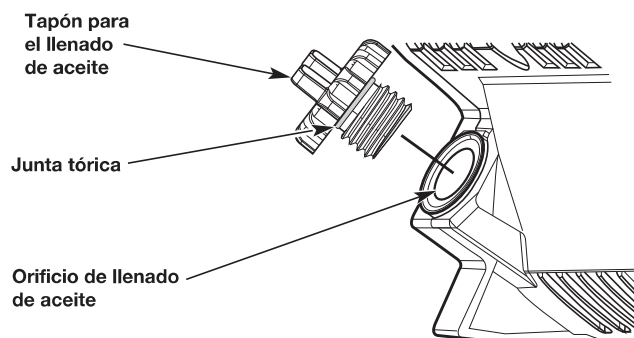

Fig. 6
2. Desenrosque el tapón para el llenado de aceite (Fig. 6).
5. Vuelva a colocar el tapón para el llenado de aceite. Compruebe que la junta tórica esté colocada en el tapón (Fig. 6).